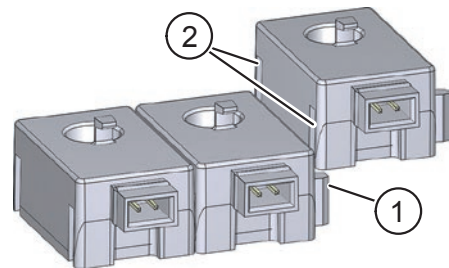

Fig. 2 : Chaîner les capteurs de courant
- ▶ Chaînez les capteurs de courant entre eux, en poussant la rainure (Pos. 2 dans Fig. 2) sur l'ergot (Pos. 1 dans Fig. 2).